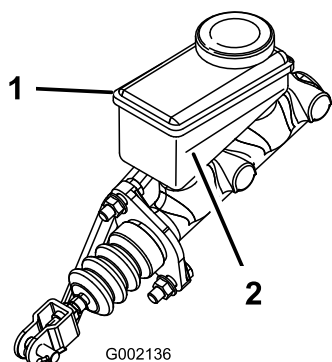

**Figura 53**
2. Eleve el capó para acceder al cilindro del freno principal y al depósito (Figura 53).
- A. Limpie la zona alrededor del tapón del depósito y retire el tapón (Figura 53).
- C. Coloque el tapón del depósito (Figura 53).